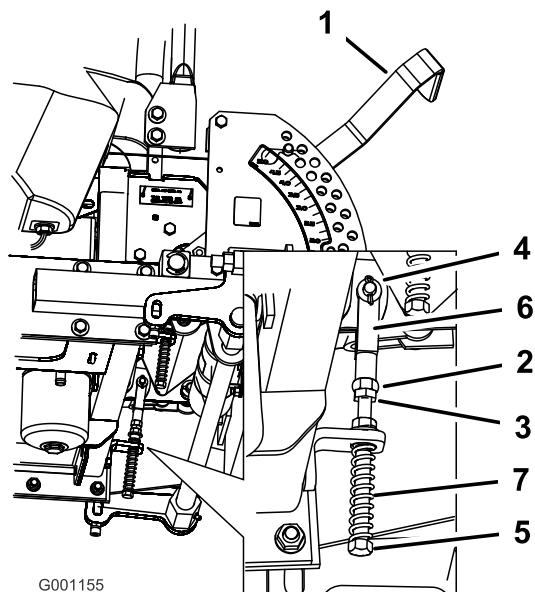

Bild 68
8. Sollte eine Einstellung erforderlich sein, lockern Sie die Mutter und die Klemmmutter gegen das Joch (Bild 68).
9. Drücken Sie den Fahrantriebshebel leicht nach hinten, drehen Sie den Kopf der Einstellschraube in die entsprechende Richtung, bis der Schalthebel in der Neutralsperrstellung zentriert ist (Bild 68).
10. Ziehen Sie die Mutter und die Klemmmutter an (Bild 68).